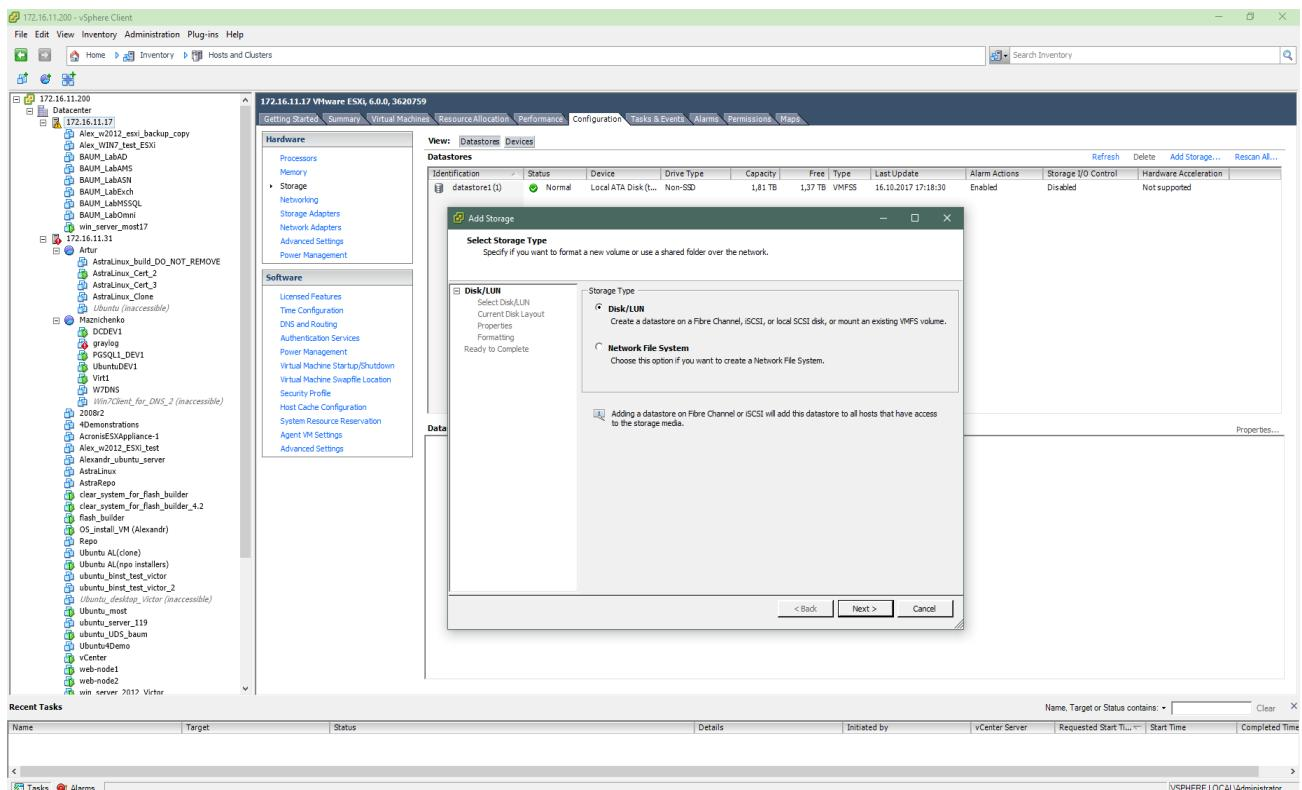

Рисунок 155. Добавление Storage
8. Нажмите на кнопку «Add Storage» (см. Рисунок 155)